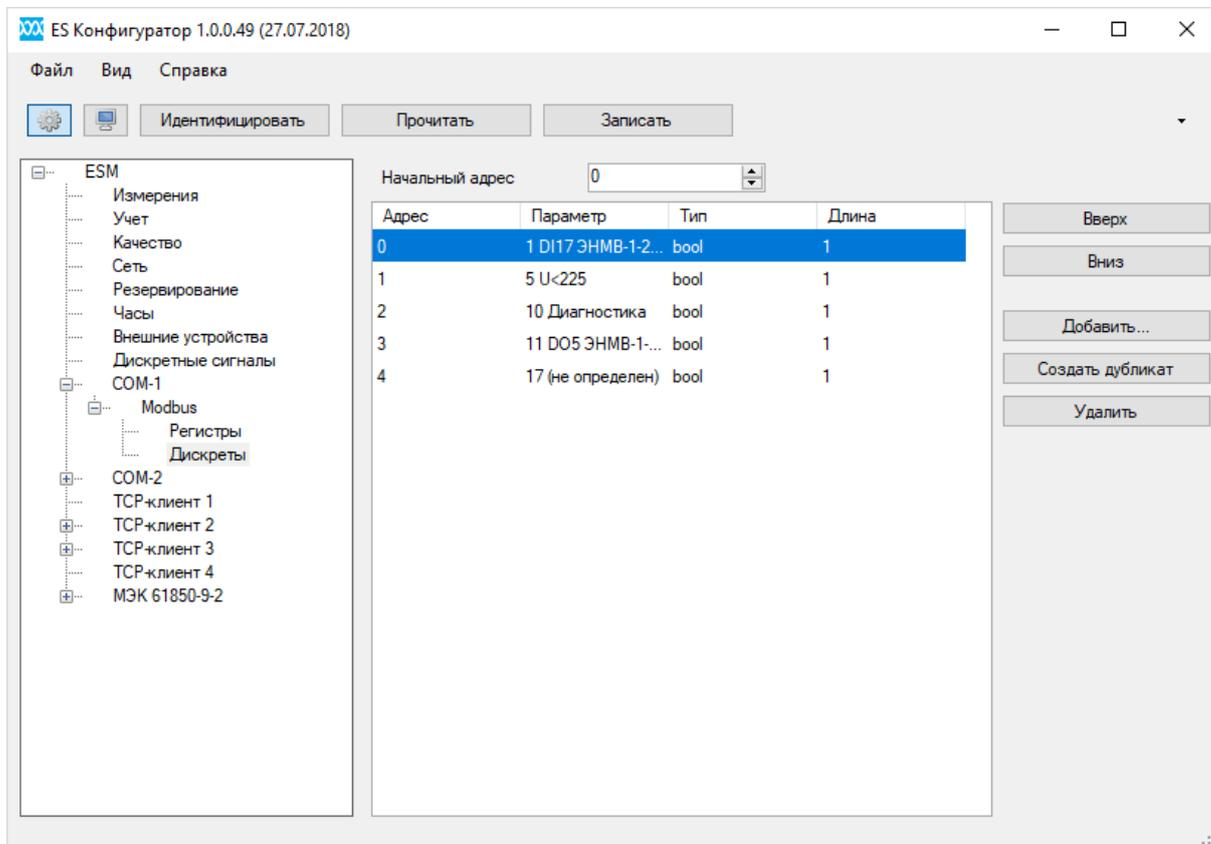

Рисунок 7.38. Вкладка настроек «Дискретные» для протокола Modbus на порту «COM-1» прибора ESM
7.16.3 Раздел «Дискретные» содержит адресацию дискретных данных. На рис. 7.38 представлен пример настройки адресации дискретов для протокола Modbus RTU. Настройка дискретов происходит аналогично регистрам для протокола Modbus RTU.